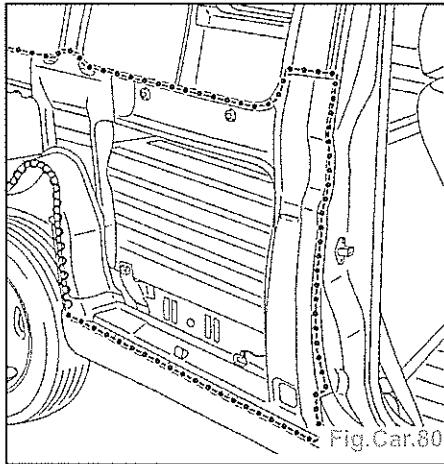

Fig.Car.80
- Préparation des bords d'accostage et protection par un apprêt soudable (Fig. Car.80).